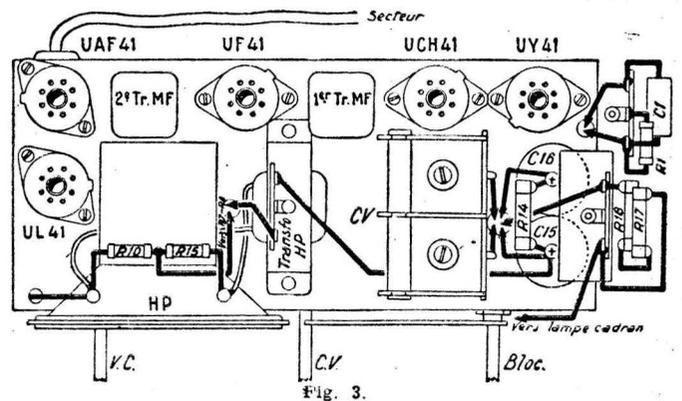

Fig. 3.
**1o Montage mécanique.** — La vue de dessus indique clairement la disposition des organes sur le châssis; l'important est d'orienter les supports de lampes dans le bon sens, car il y a une incertitude d'un demi-tour, mais l'emplacement correct de chaque ergot est indiqué sur la figure 3. De même, les noyaux des transfo MF doivent être accessibles de l'arrière, pour pouvoir procéder à leur étalonnage. Le transformateur de sortie, qui est indépendant du h. p., est fixé directement sur le châssis, le h. p. étant lui-même maintenu avec deux vis passant dans les trous prévus à l'avant; des rondelles de caoutchouc entre le saladier et le panneau avant sont nécessaires, pour éviter l'effet Lar-
sen. Les condensateurs de filtrage C15 et C16 sont montés dans la position verticale. A droite de leur point de tangence, on fixe une tige verticale de laiton faisant 6 cm de longueur, et on la bloque avec deux écrous (un sur le châssis, l'autre dessous); ensuite, on monte un relais à trois cosses immédiatement au-dessus de l'écrou supérieur; ce relais destiné à supporter C1 et R1, n'a pu être représenté à son véritable emplacement sur la figure 3; sinon, le détail de câblage eût été incompréhensible. Au sommet de la tige, un nouvel écrou vient prendre place, puis une petite plaquette de bakélite; la hauteur est réglée de façon que la plaquette appuie fortement sur le boîtier de C15 et C16, ce qui permet de réaliser une solide fixation mécanique (après avoir bloqué le dessus, naturellement, à l'aide d'un cinquième écrou). Enfin, on fixe la plaquette-support de R17 et de R18. Tous les relais, au nombre de cinq (deux au-dessus, trois au-dessous) comportent une prise